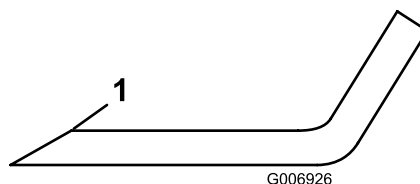

Bild 35
1. Schärfen Sie die Schnittkante jedes Messers an beiden Enden des Schnittmessers mit einer Feile (Bild 35). Behalten Sie den ursprünglichen Winkel bei. Das Messer bleibt ausgewuchtet, wenn Sie die gleiche Menge Metall von beiden Schnittkanten entfernen.